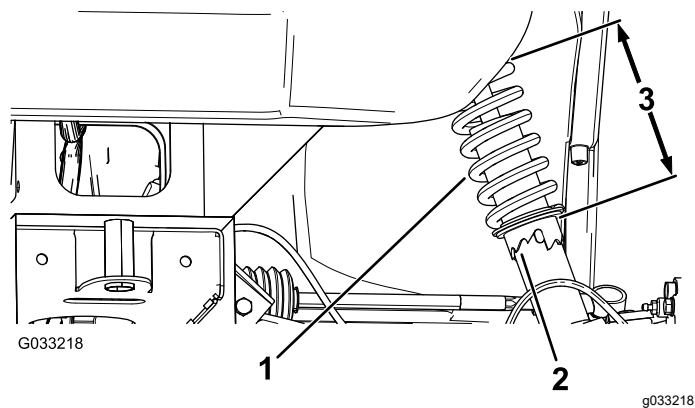

図 43
2. キャンバの調整が必要な場合には、スパナレンチでショックアブソーバのカラーを回してホイールを整列させる 図 43。